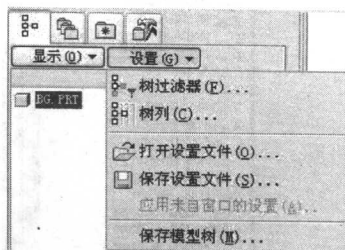

图 1-15 模型树的【设置】下拉菜单
(2) **【设置】菜单** 用户单击模型树窗口中的**【设置】**下拉菜单，则系统将会弹出如图 1-15 所示的菜单项。